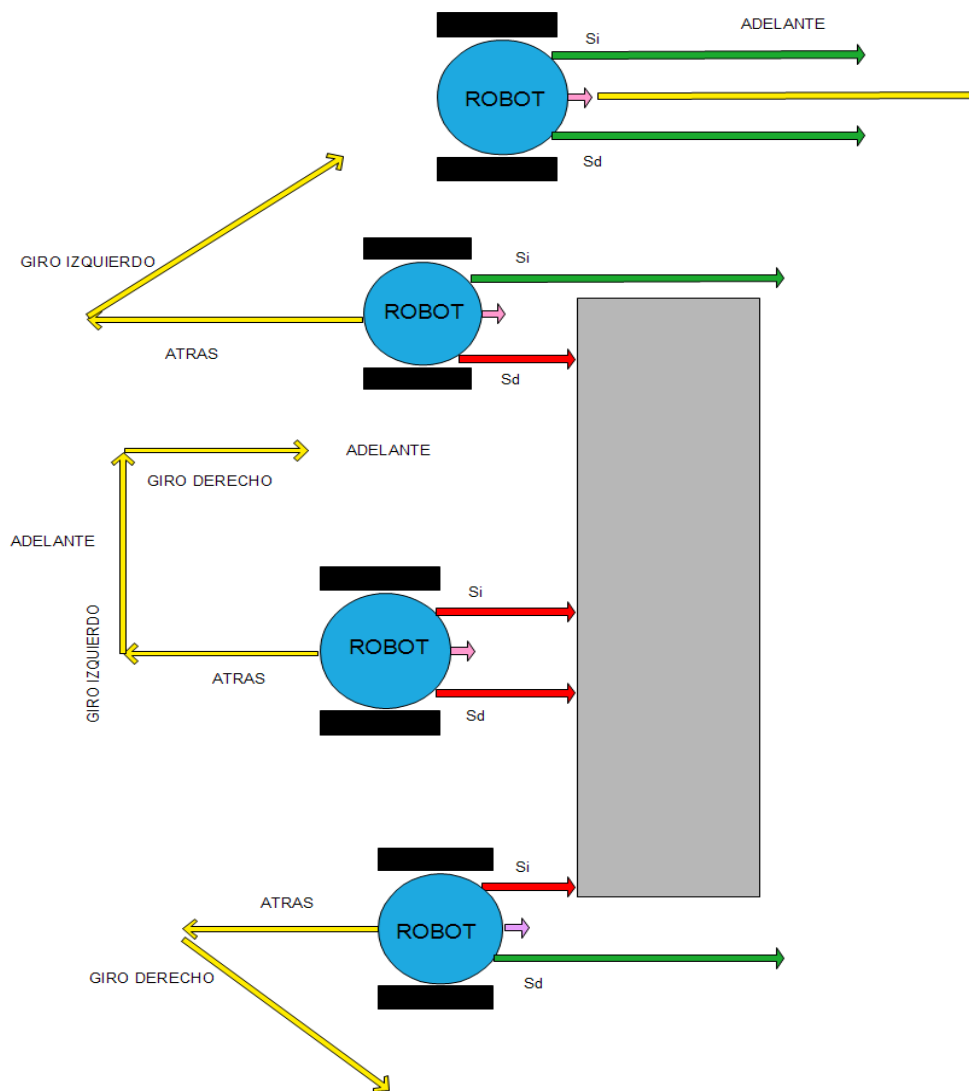

Figura 1. Robot Móvil que evade obstáculos
3.- En la figura 1 se muestra el comportamiento de un robot que evade obstáculos.